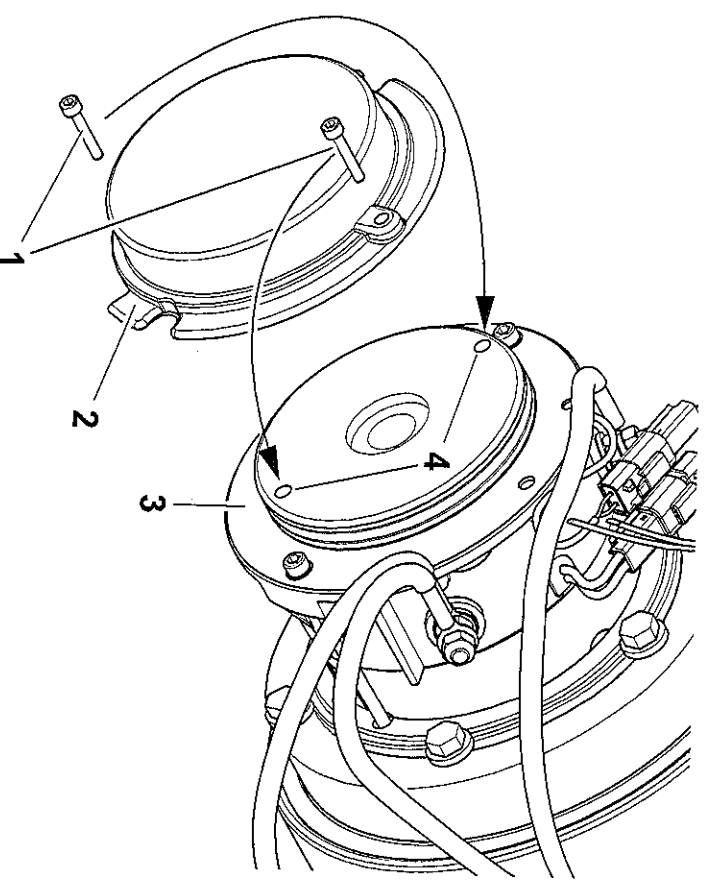

Figura 3-21. Freno - Desenganche manual.
(Ver la Figura 3-21.)
2. Quitar los **dos pernos (1)** de la **cubierta y la cubierta (2)** de la parte trasera del motor de la unidad.
3. Insertar los **pernos de la cubierta (1)** en los **dos agujeros de desenganche de la caja de frenos (4)**, Ver la Figura 3-21., Freno - Desenganche manual.
4. Apretar los **pernos de la cubierta (3)** en los agujeros de desenganche para desconectar el freno del motor correspondiente.
7. Volver a instalar la **cubierta (2)**; antes de instalarla, revisar la **empaqueadura (3)** de la **cubierta** en busca de daños y sustituirla de ser necesario.